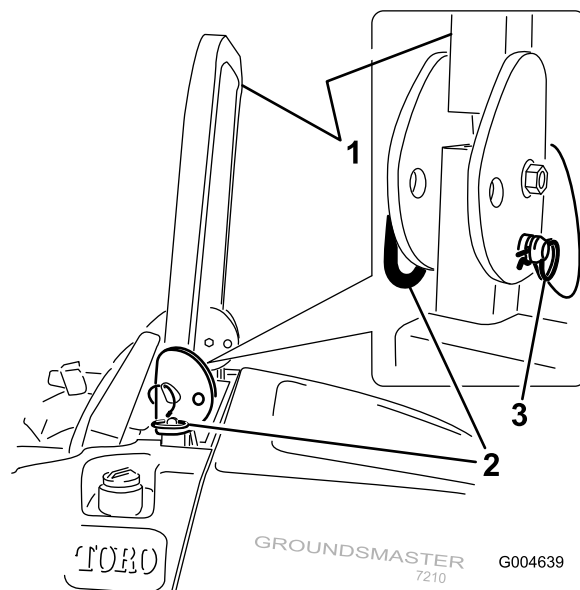

図 11
1. ROPS を下げるには、バーを前方に押し固定ピンに掛かっている力をゆるめた状態で、左右の固定ピンを抜き取る(図 11)。
3. ピンとヘアピン・コッターで固定する(図 11)。
4. ROPS を立てるには、機体の左右でヘアピン・コッターを抜き、ピンを外す(図 11)。
5. ROPS をまっすぐに立ててピンで固定し、ヘアピン・コッターでロックする(図 11)。